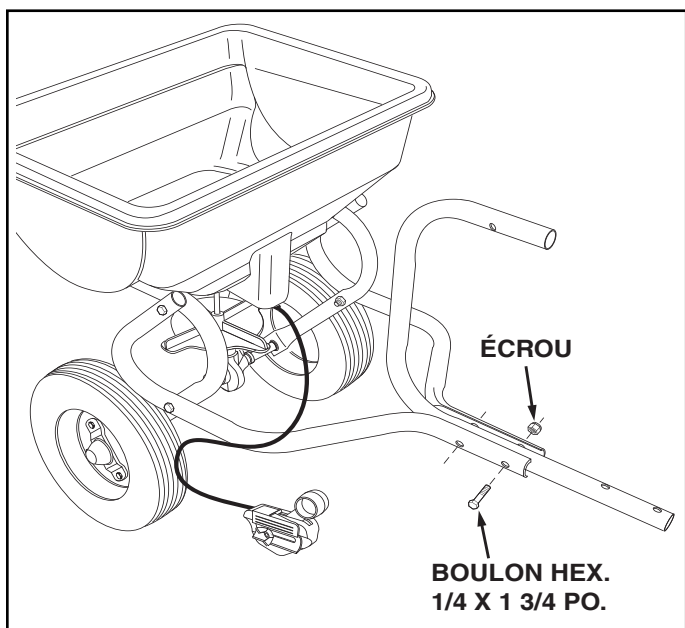

FIGURE 2
3. Montez le tube de commande de l'attelage entre les tubes en utilisant deux boulons hexagonaux de 1/4 x 1 3/4 po. et deux écrous. Serrez tous les boulons et tous les écrous. Voir la Figure 2.